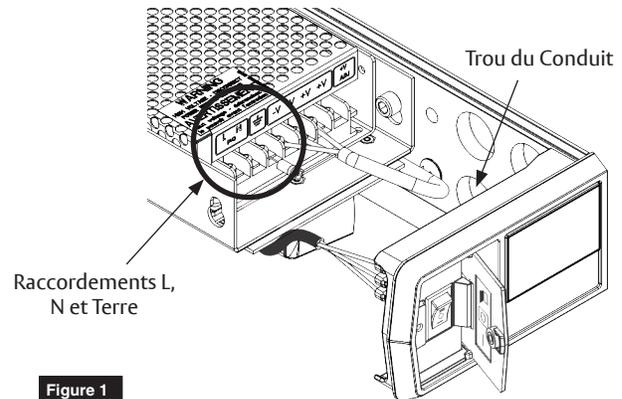

Figure 1
1. Une fois que l'alimentation électrique du bâtiment est coupée, faire passer le câblage de 120 V c.a. par le trou de conduit dans la plaque arrière. (Figure 1)
2. Raccorder l'alimentation 120VAC à l'alimentation électrique : HOT à "L", NEUTRE à "N", TERRE à terre. (Figure 1)